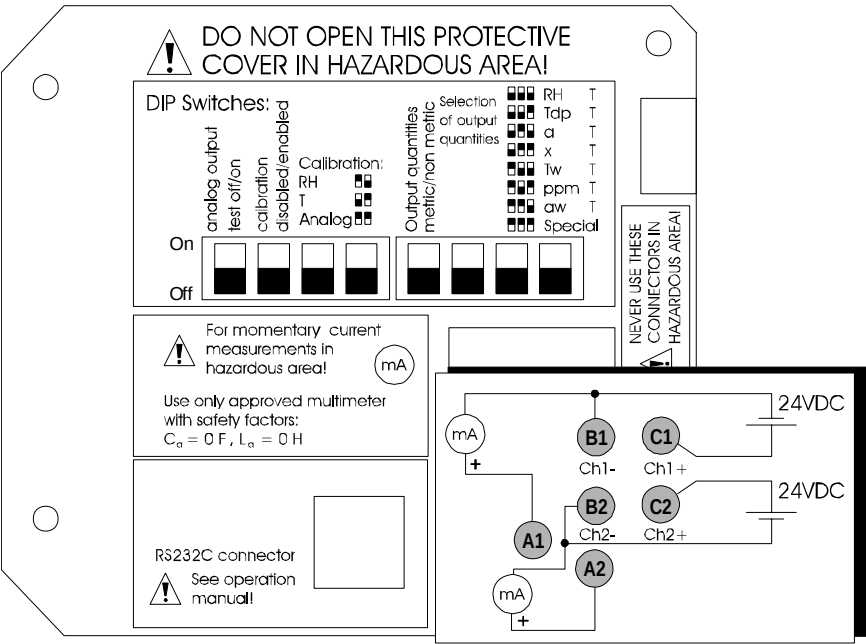

图 25 连接电源和万用表，进行校验
1. 用香蕉插头把电源（12...24VDC，如果用串口，最小电压 15VDC）连接到端子 B1（-）和 C1（+）（通道 1），见第 55 页 图 25。